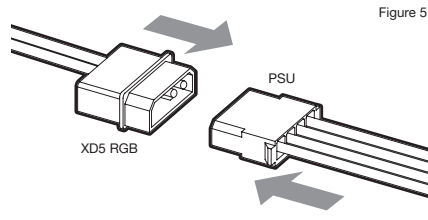

Figure 5
6. Подключите основной кабель питания блока XD5 RGB, подсоединив 4-контактный разъем Molex от Вашего источника питания (Рис. 5).